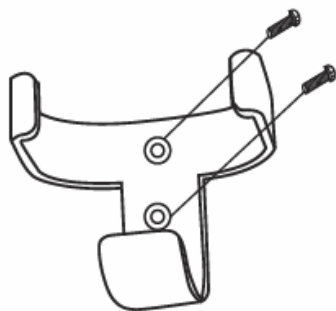

Fig. 10a
1. Fissare il supporto per telecomando a una parete adatta con le 2 viti (Fig. 10a).